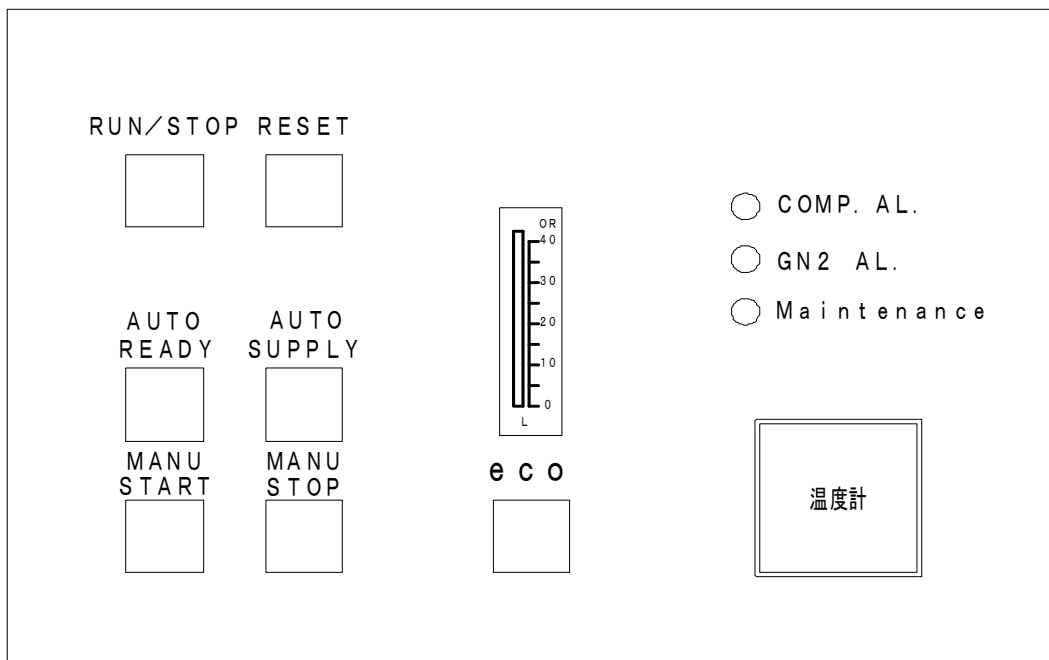

図 2-2 EMP-14W 操作パネル
2.2 EMP-14W 操作パネル (図 2-2)
EMP-14W 操作パネル (図 2-2)